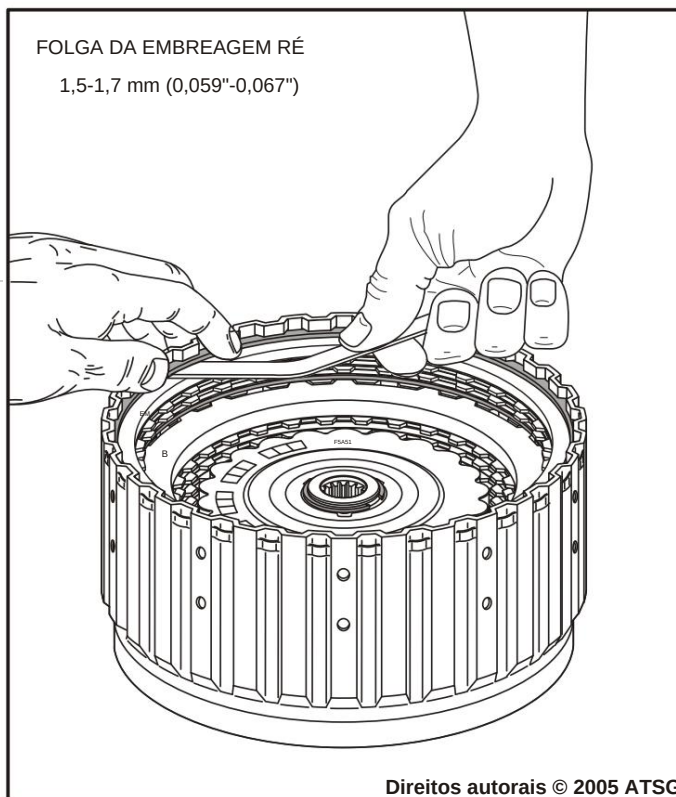

Figura 90
26. Comprima as placas e meça com o apalpador calibre entre o anel elástico e a placa de apoio, conforme mostrado na Figura 90.
Nota: A compactação adequada pode, às vezes, ser alcançado manualmente, conforme mostrado na Figura 90, conforme existem apenas 2 placas de fricção.